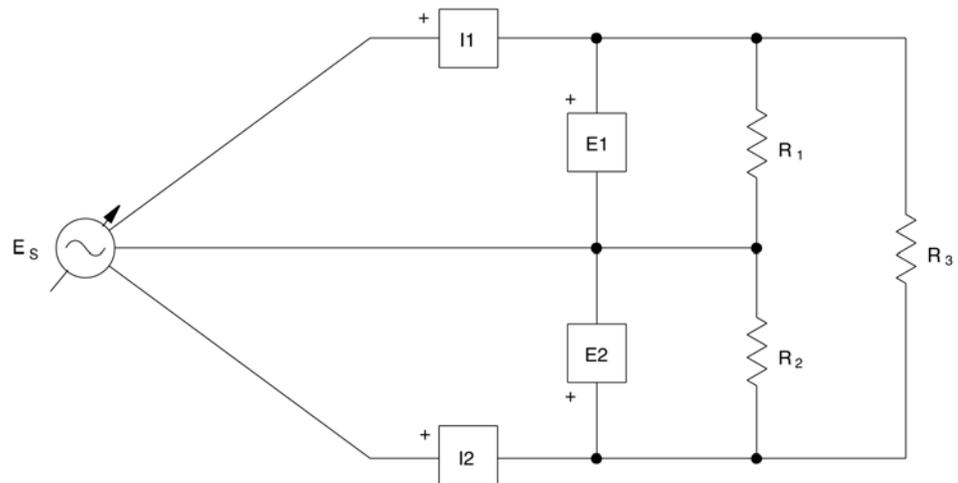

Figure 6-16. Mesure de la puissance totale à l'aide de la technique des deux wattmètres.
27. Remontez le circuit de la figure 6-16, afin de mesurer la puissance totale de la charge à l'aide de la technique des deux wattmètres.